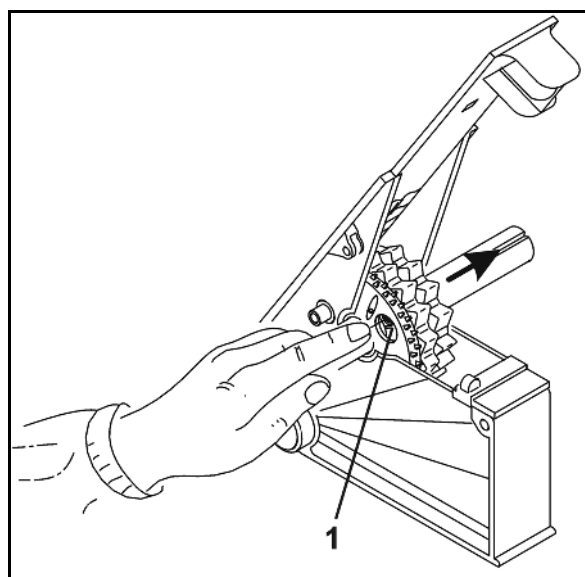

Fig. 31
1. Getriebestellhebel so oft auf und ab bewegen, bis die Bohrungen (Fig. 31/1) der Fein-Särad sichtbar werden.